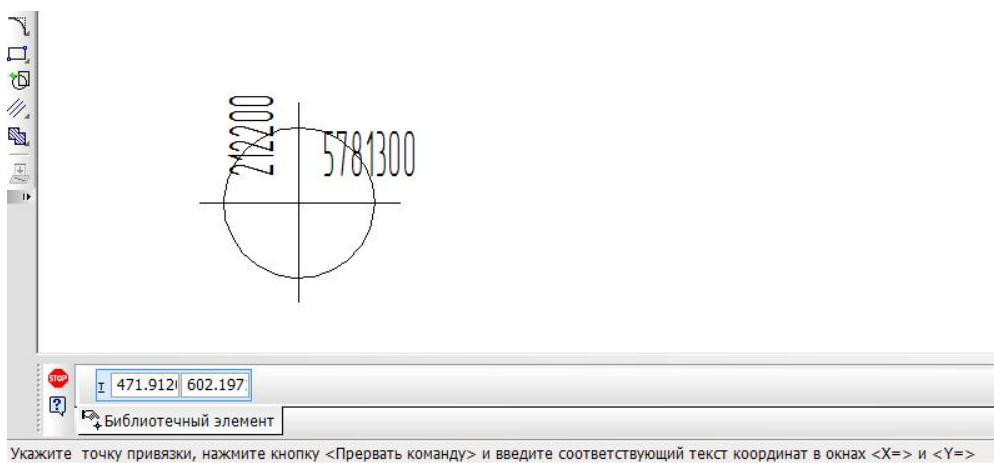

Рис.10
- 2) Выбрать точку (щелкнуть левой кнопкой мыши). После каждого выбора программа будет создавать в указанном месте изображение точки привязки, состоящее из окружности и креста (рис.10).
- 4) В окнах X и Y нужно проверить введенные программой значения физических координат точки привязки и при необходимости их скорректировать (для примера рис.10 это будет X=5781300 Y= 21200) .